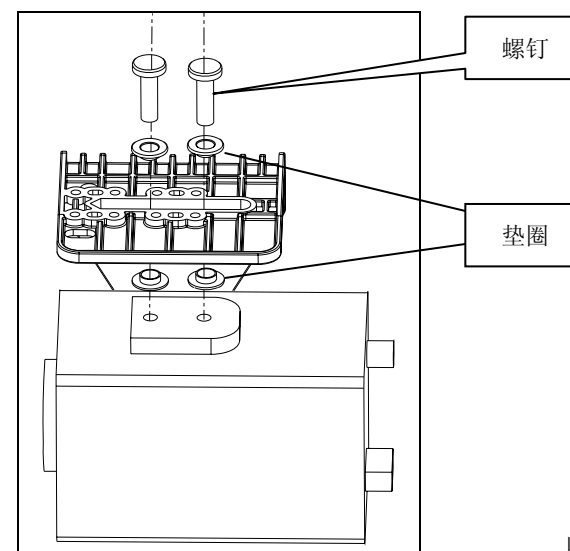

图 2
5.2 将机芯自内桶内拆出,安装一体化摄像机,将垫圈安装在托板上,之后螺钉穿过垫圈固定摄像机,如图 2 所示. 摄像机安装完成后按照表 5 中线束定义连接摄像机的电源,视频及控制线,"直流电压控制接口"与"RS-485"控制接口可任选其一,注意未使用的线束不要有裸露的线头.